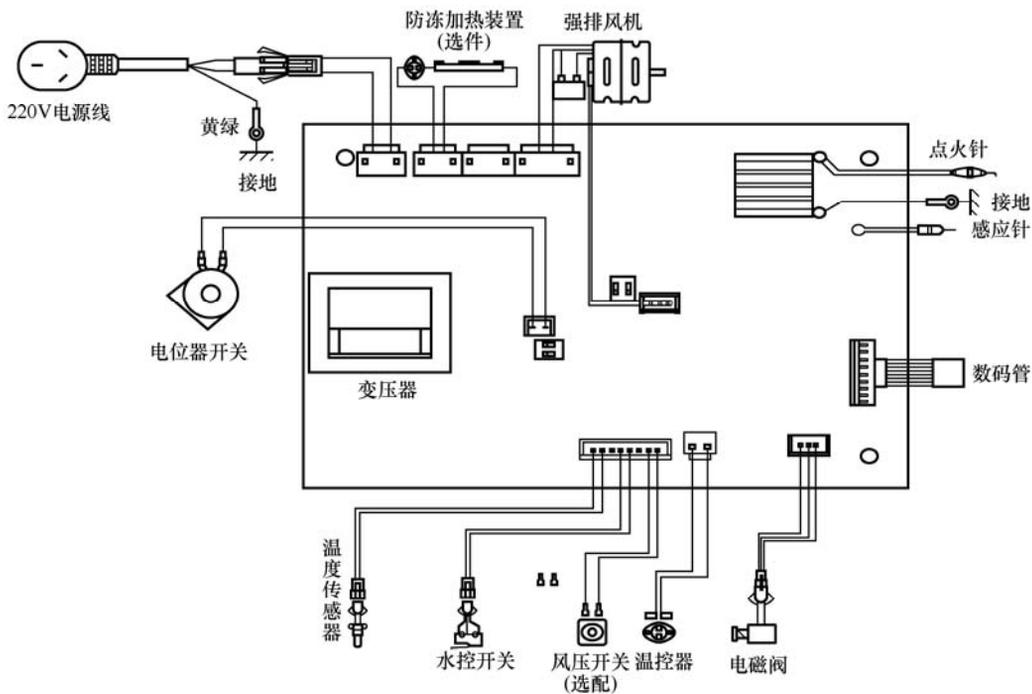

图 5-90 海尔 JSQ20-(R) H/J/L 型燃气热水器电气原理图
【要点点拨】海尔 JSQ20 - (R) H/J/L 型燃气热水器电气原理图如图 5-90 所示。